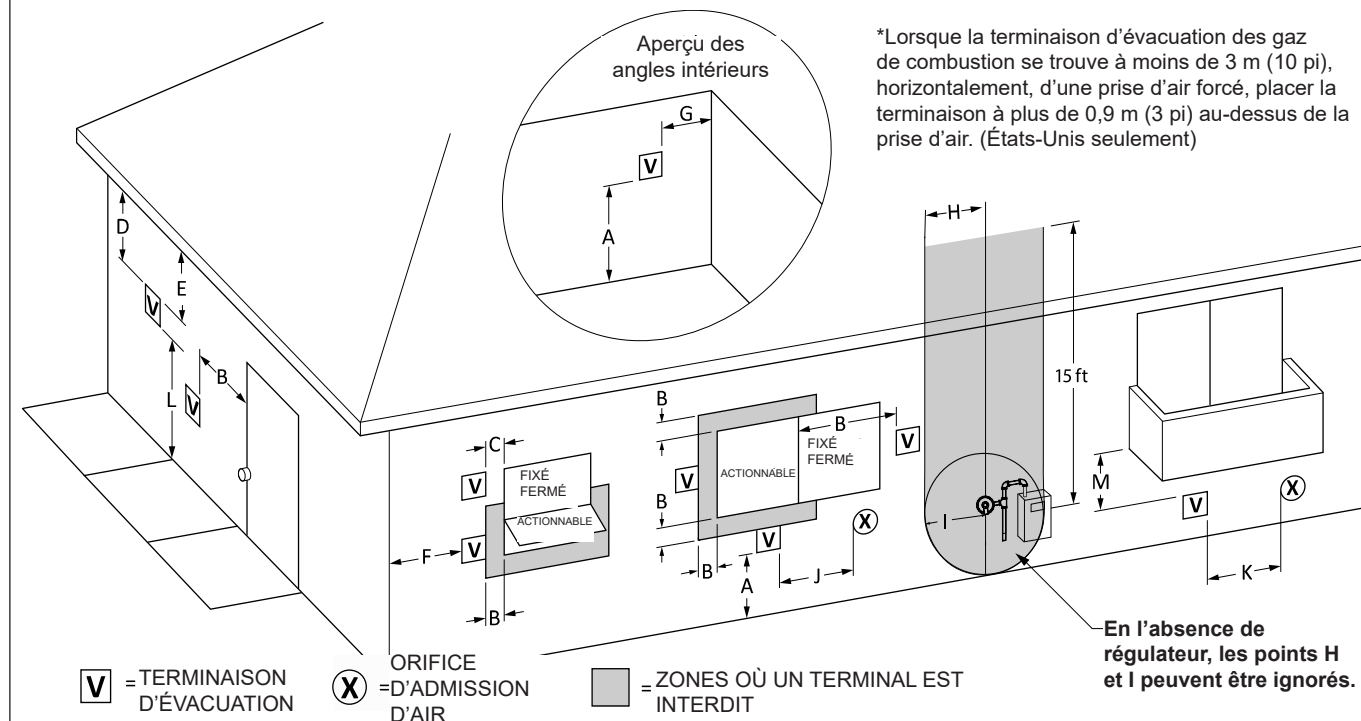

Figure 4. Air de combustion et évacuation des gaz de combustion par un mur latéral
1. La figure 4 illustre les exigences en termes de dégagements des terminaisons d'évacuation des gaz de combustion pour les États-Unis et le Canada.
4. Si l'évacuation de cet appareil est murale, sur le même mur, la terminaison d'évacuation des gaz doit être placée au minimum à 90 cm (3 pieds) de la terminaison de prise d'air de combustion horizontalement, et à 30 cm (1 pied) au minimum au-dessus de celle-ci (voir figure 4).